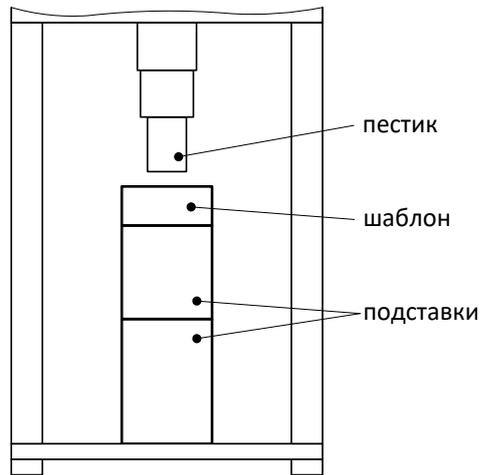

Рисунок 19 – Установка шаблона
5.5.3 Установить подставки и шаблон из комплекта поставки (рисунок 19) и нажать [Режим] для запуска калибровки.
5.5.8 Установить под пестик подставки и шаблон из комплекта поставки (рисунок 19) и нажать [Режим] для выполнения компенсации механики; дождаться завершения операции.